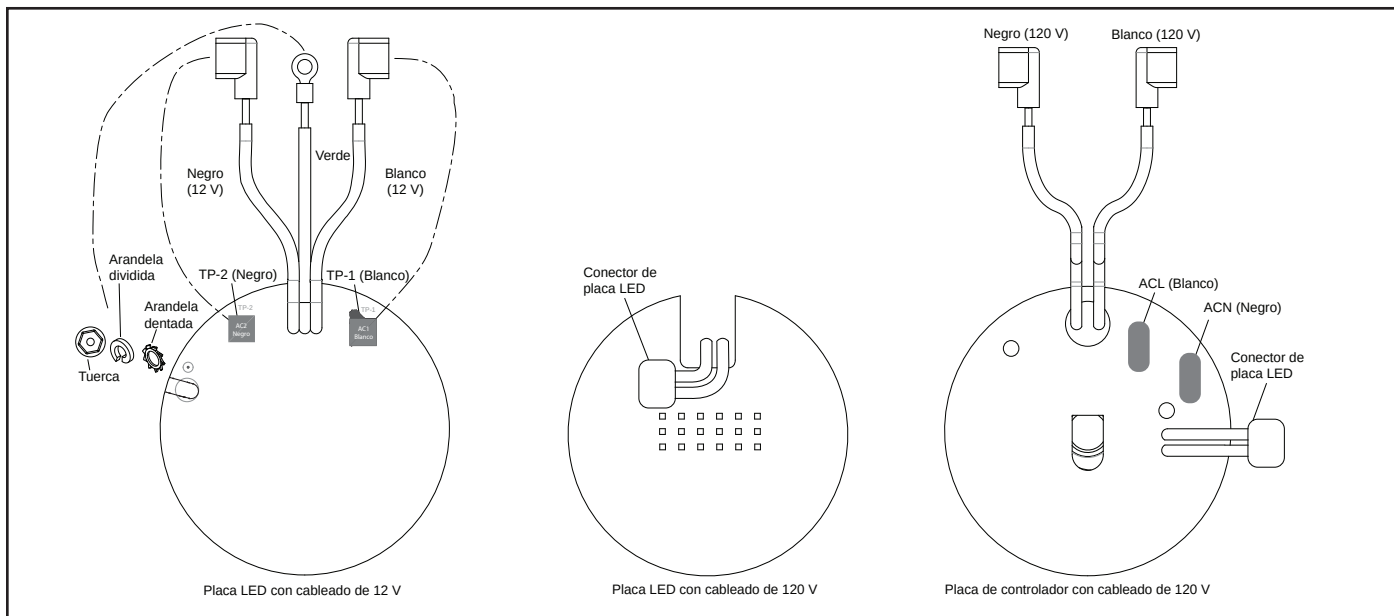

**Figura 7. Reemplazo y cableado de emisor de luz (PCB) pequeño**
2. Extraiga dos (2) tuercas y dos (2) arandelas.
5. Coloque el nuevo controlador de iluminación en la lámpara con la orientación que se muestra en la Figura 7.
6. Sujete el controlador de iluminación con una (1) arandela y una (1) tuerca en el lado derecho del controlador. Aplique 12 libras pulgada de fuerza de torsión.
2. Extraiga dos (2) tornillos y seis (6) arandelas.
6. Coloque la nueva placa LED en el disipador de calor con la orientación que se muestra en la Figura 7.
7. Sujete la placa LED con dos (2) tornillos y dos (2) arandelas.
3. Extraiga dos (2) tornillos del disipador de calor y retire el disipador.
5. Extraiga dos (2) postes metálicos de la placa de controlador.
6. Extraiga la placa de controlador y coloque la nueva placa de controlador de iluminación en la lámpara con la orientación que se muestra en la Figura 7.
10. Sujete el disipador de calor con dos (2) tornillos.
12. Coloque la nueva placa LED en el disipador de calor con la orientación que se muestra en la Figura 7.
13. Sujete la placa LED con dos (2) tornillos y seis (6) arandelas.